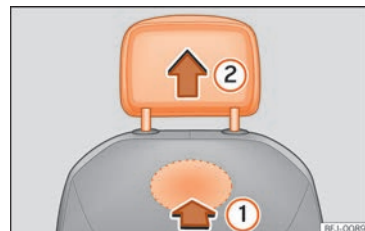

Fig. 117 Apoyacabezas delantero: desmontaje.
- Para desbloquearlo, busque el rebaje situado en la parte posterior del respaldo por la zona marcada y presione en el sentido de la flecha »» fig. 117 ①.
- Extraiga el apoyacabezas en el sentido de la flecha ②.